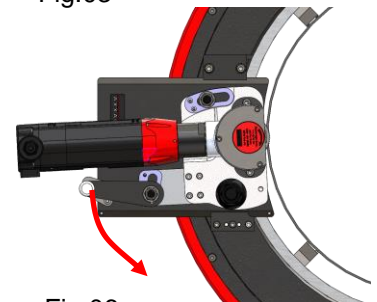

Fig.06
- Rimuovere l'utensile di taglio rimontando la leva di penetrazione (Fig.06).